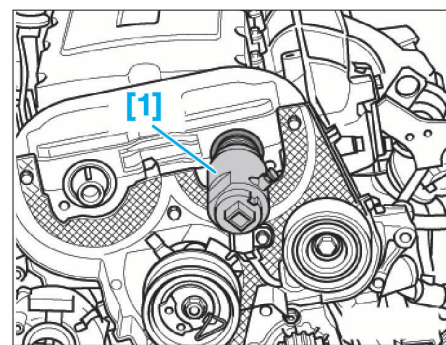

FIG. 69
- serrer progressivement et en plusieurs passes les vis (2) et (4) jusqu'à ce que la rampe de culbuteur prenne appui sur le cadre de palier.
- serrer les vis (1), (3) et (5) au couple prescrit.
- serrer les vis (2) et (4) au couple prescrit.
- serrer les vis (6) à (10) au couple prescrit.
- À l'aide de l'outil [1], déposer la bague (moteur 8V) ou les bagues (moteurs 16V) d'étanchéité d'arbre(s) à cames (Fig.69).
- [1]. Extracteur du joint de sortie d'arbre à cames (ref. 3240) (Fig.69).